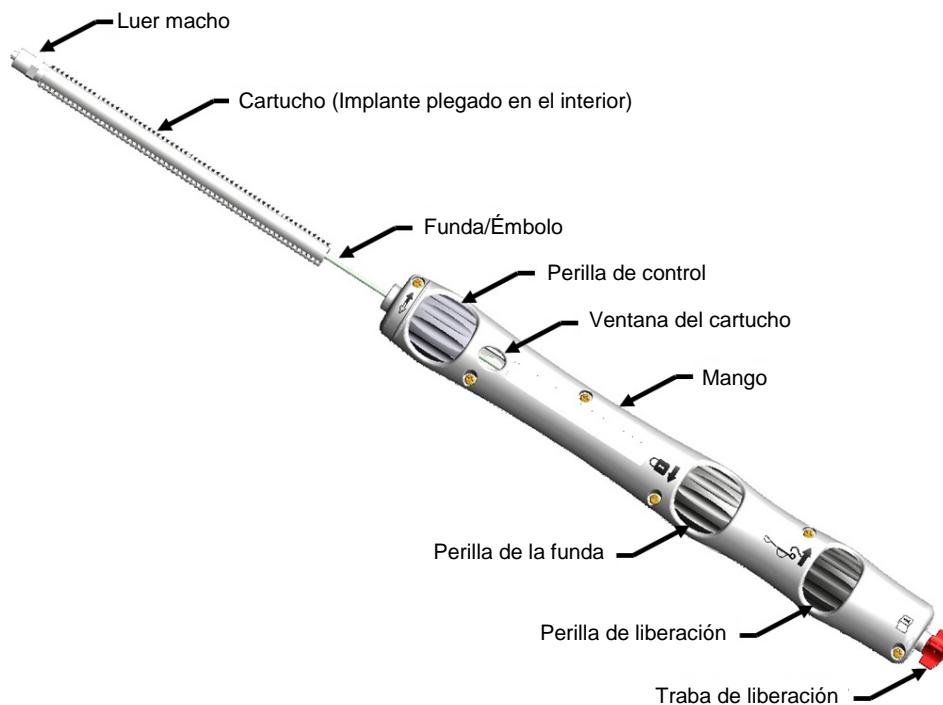

Figura 1.3: Conjunto de Mango CARILLON
- El conjunto de mango está compuesto por un cartucho, conjunto de funda/émbolo y un conjunto con ventana de cartucho, perillas giratorias y una traba de liberación (Figura 1.3). El extremo distal del cartucho (luer macho) conecta las dos conexiones luer del puerto recto al extremo proximal del catéter de entrega.